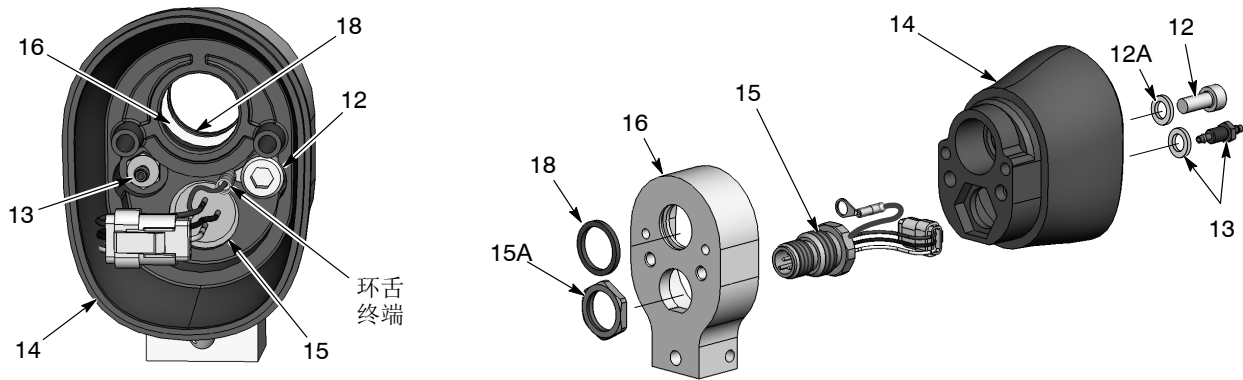

图 24 杆座喷枪拆卸 (3/3)
8. 请参见图 24。要拆卸后部枪体组件，请从后部枪体 (14) 内拆下螺钉 (12)、止动垫圈 (12A) 以及倒钩接头和止动垫圈 (13)。需要使用 3 mm 六角扳手和 1/4 英寸深插座。
9. 从插座 (15) 上卸下螺母 (15A)，将接合器从后部枪体上拉下，然后将插座线束穿过枪体。
10. 检查接合器 (16) 中的四唇口密封圈 (18)，如有受损，请更换。